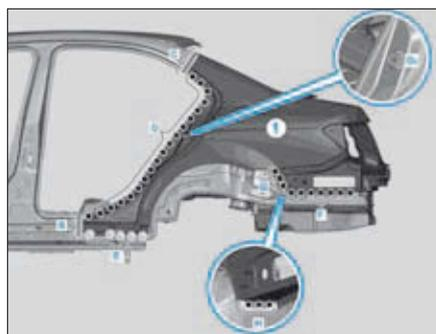
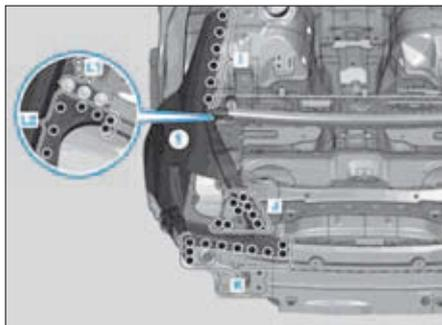

FIG. 108
FIG. 109
- Poser et ajuster l'aile arrière (1).
- Riveter avec un rivet à tête noyée de Ø 6,4 x 14 dans les zones (E et L1) (Fig.108) et (Fig.109) .